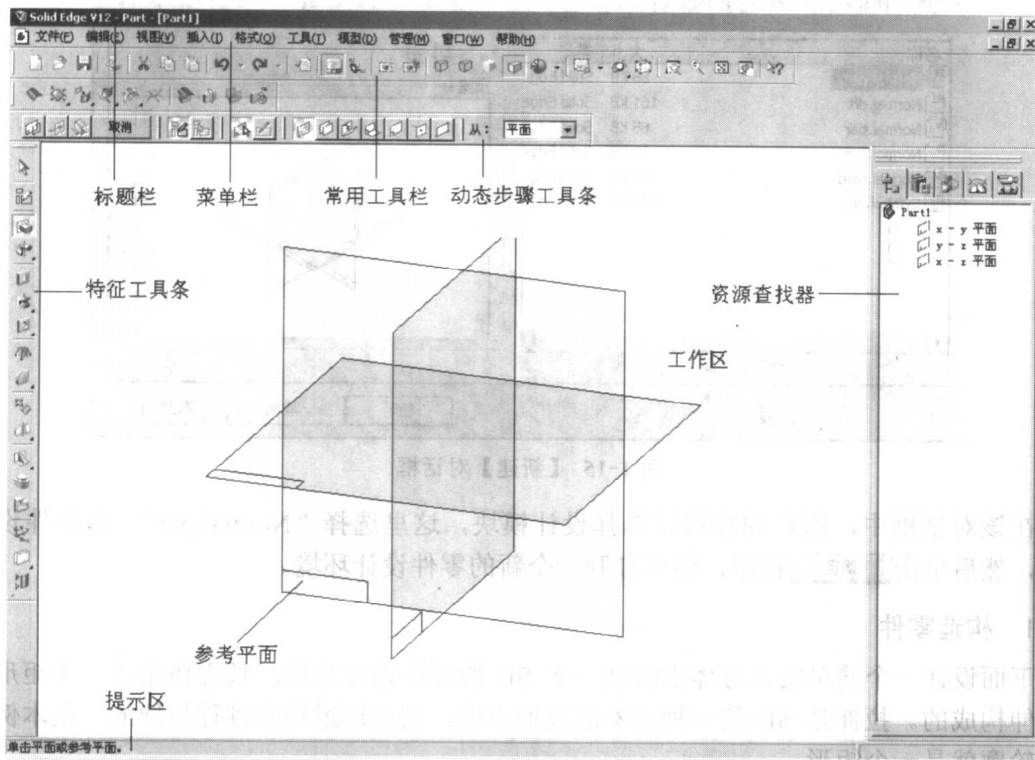

图 1-14 SE 界面
通过上面的讲述可以进入具体模块的用户界面。SE 的五个模块的用户界面基本是一致的，主要由标题栏、菜单栏、常用工具栏、特征工具条、动态步骤工具条提示区、工作区和资源查找器等构成。如图 1-14 所示的是零件设计模块的界面。
- 特征工具条：包含一系列的制图命令，SE 的每一个模块都有各自专用的特征工具条。如图 1-14 所示的是零件设计模块的特征工具条。